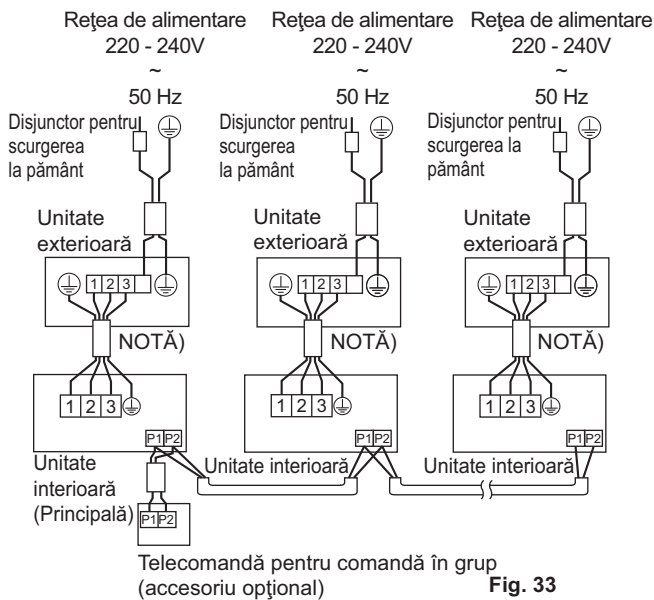

Fig. 33
- 1 telecomandă controlează până la 16 unități interioare (Toate unitățile interioare funcționează în conformitate cu telecomanda). (Consultați Fig. 33)